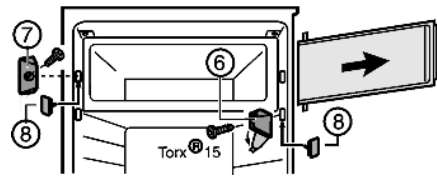

Fig. 3
- Togliere il coperchio sul supporto cuscinetto Fig. 3 (6).
- Svitare il supporto cuscinetto Fig. 3 (6) con la porta dello scomparto.
- Svitare l'elemento di chiusura Fig. 3 (7).
- Chiudere i fori ora liberi con i tappi Fig. 3 (8) in dotazione.